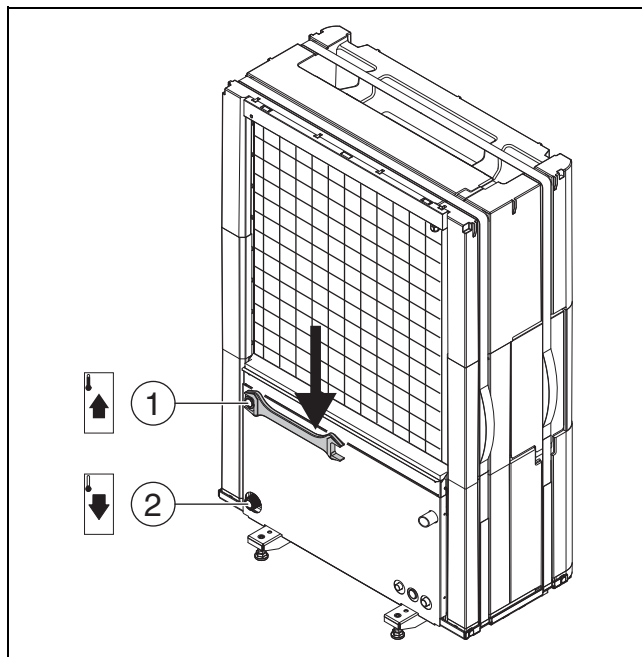

Fig. 13 Tilslutning af varmebærerørene, gælder for alle størrelser
- ▶ Tilslut fremløbet til indeenheden på varmepumpens varmebærerudgang (→ [1], fig. 13).
- ▶ Tilslut returløbet fra indeenheden på varmepumpens varmebærerindgang (→ [2], fig. 13).
- ▶ Tilspænd tilslutningerne til varmebærerørene med et tilspændingsmoment på 120 Nm. Led kraften nedad (→ fig. 13) for at undgå en sideværts belastning af kondensatoren.